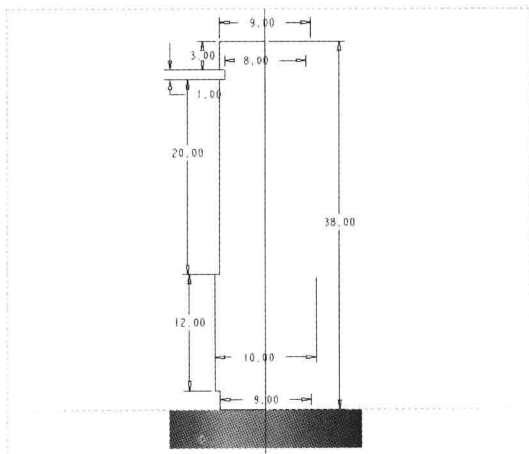

图 14-6 绘制截面 2
Step 05 在“功能区”选项板的“模型”选项卡中,单击“形状”面板中的“旋转”按钮,弹出“旋转”选项卡;在绘图区选择 RIGHT 基准平面作为草绘平面,进入草绘环境,单击“草绘”选项卡中的相应按钮,绘制截面,如图 14-6 所示。